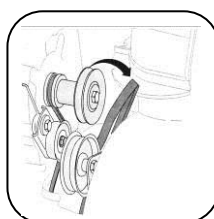

Рис.12
- Скрутите ремень с ролика двигателя. см. рис. 12